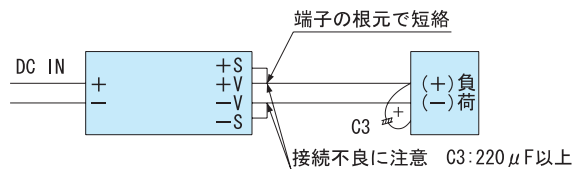
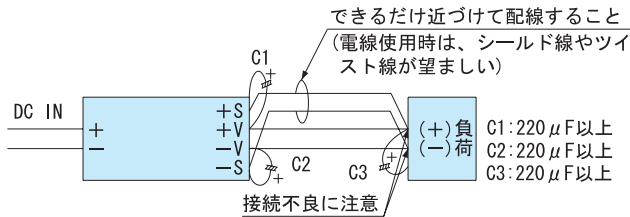

図2.3 リモートセンシングを行わない場合の接続
図2.4 リモートセンシングを行う場合の接続
- 負荷が軽い場合（5%程度の負荷率）出力電圧が不安定になることがあります。その場合はリモートセンシングの有無にかかわらずコンデンサC3を付けてください。（図2.3、図2.4参照）